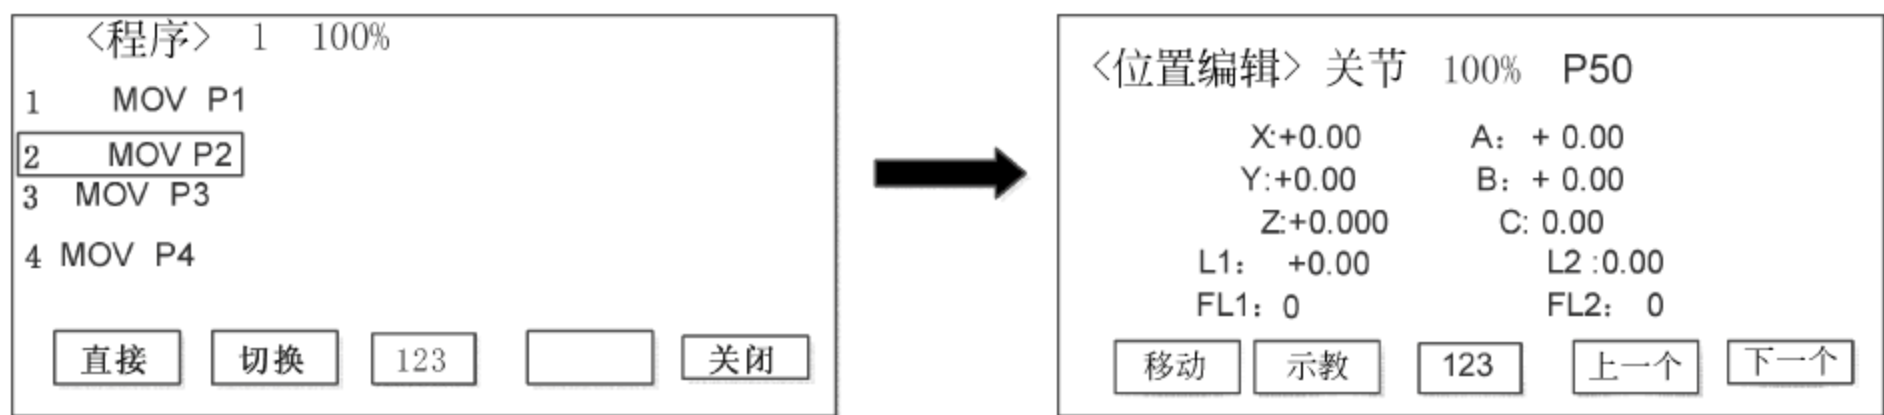

图 4-19 调出 P50 点
- (1) 进入“位置编辑”界面,调出 P50 点,如图 4-19 所示。